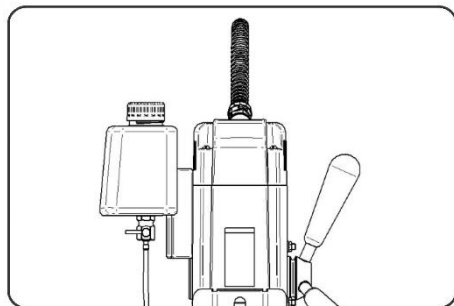

Fig. No. 6
2. Fixe a unidade de lubrificação no corpo deslizando o frasco sobre a braçadeira (Fig. No.6)